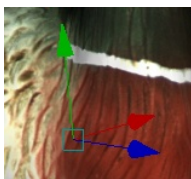

Рис. 8.6: Элемент управления в режиме переноса
- Свободно перемещайте объект в окне *3D вида* с помощью квадратного элемента управления. Или потяните необходимую стрелку рядом с квадратным элементом управления для перемещения только вдоль определенной оси (см. Рис. 8.6).